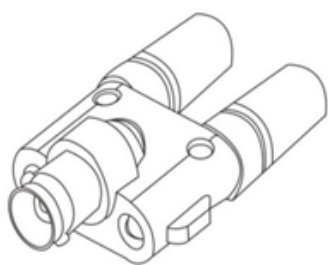

图 3 BNC 母头转双接线柱
- 4) 探头输出接 BNC 母头转双接线柱（如图 3 所示），插入数字万用表的两个输入端。